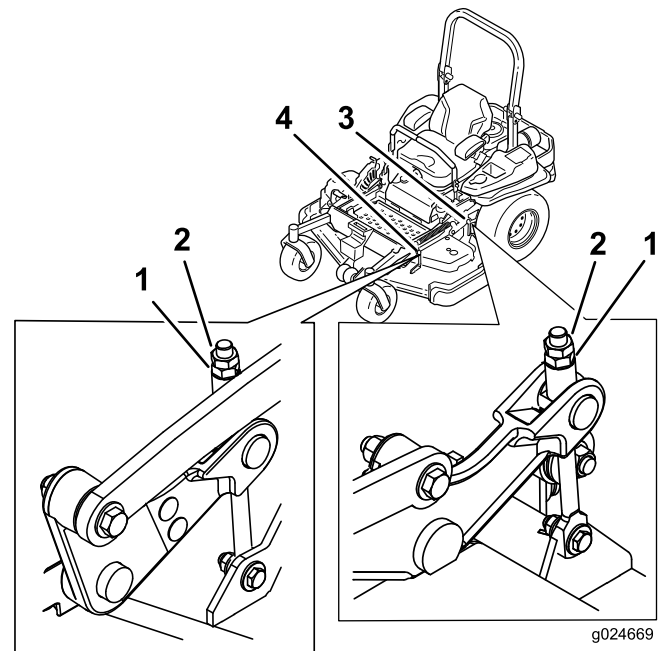

Figura 84
- Se necessario, mettete a punto il dado di regolazione del piatto di taglio ruotandolo (vedere Figura 84).
15. Mettete a punto la vite di regolazione ruotando fino a un'altezza di 8,3 mm (vedere Figura 84).